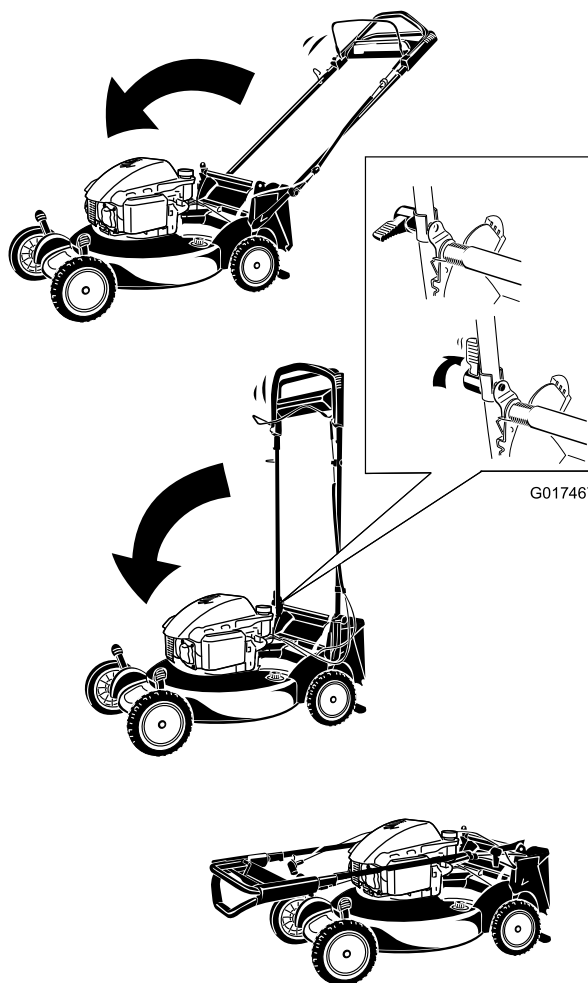

Figure 45
1. Pliez la partie supérieure du guidon en avant (Figure 45).